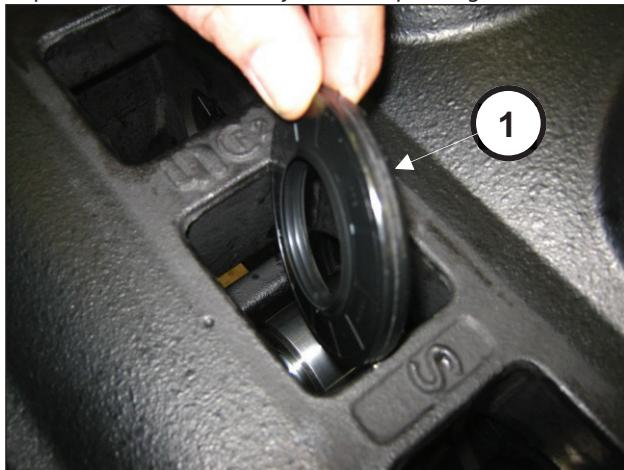

Fig. 38
Déposer l'outil et extraire le joint SPI (rep. ①, Fig. 38).